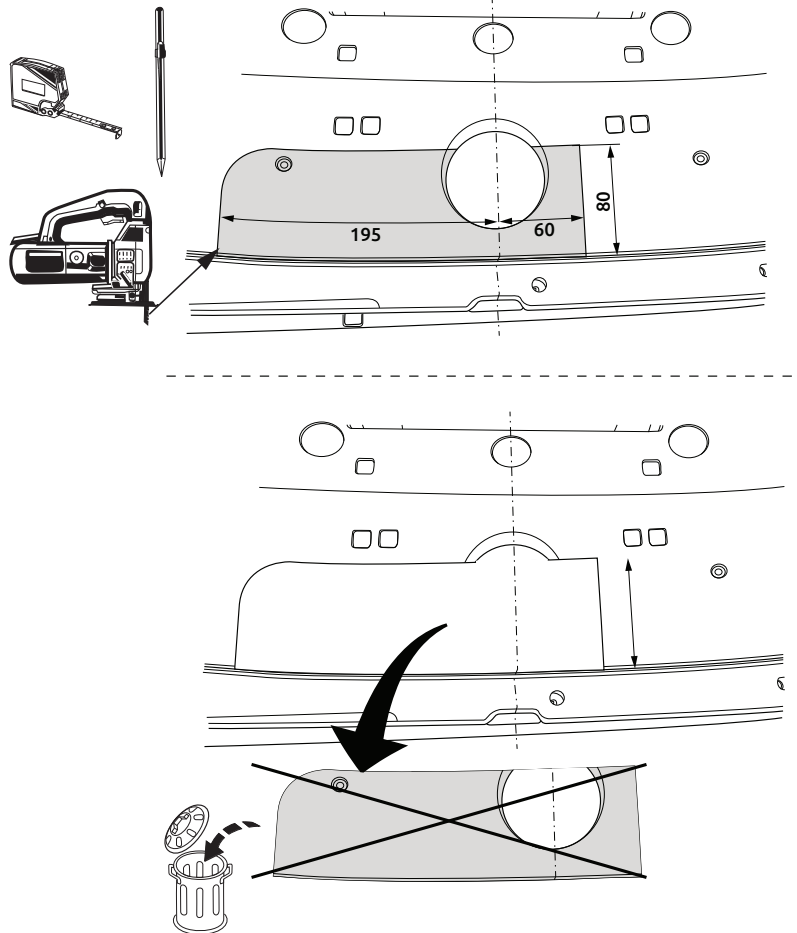

Fig. 4
10. Выпилить часть из закрывающей пластины, как указано на рис. 4.